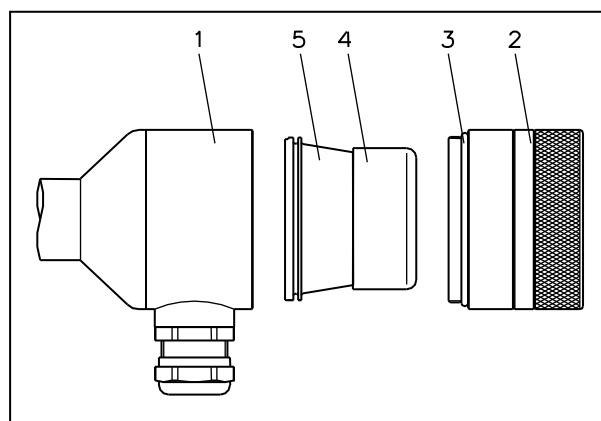

Рисунок 4 - полевой корпус с индикатором
- открутить крышку корпуса (2) с корпуса (1) (см. рисунок 4);
- осторожно отсоедините модуль индикации ASM 400 (4) вместе с вращающейся частью адаптера (5) от корпуса.